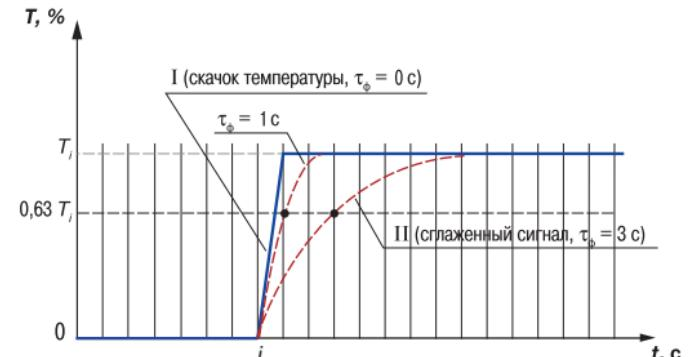

Рис. 5
3.1.4.4.3. Цифровой фильтр устраниет шумовые составляющие сигнала, осуществляя его экспоненциальное сглаживание. Основной характеристикой экспоненциального фильтра является τ_ϕ – постоянная времени цифрового фильтра, параметр **inF1** (**inF2**) – интервал, в течение которого сигнал достигает 0,63 от значения каждого измерения T_i (рис. 5).